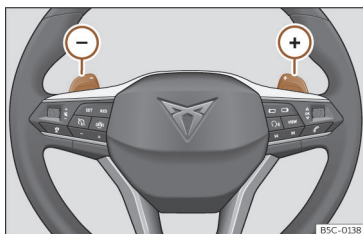

Fig. 94 Volante: palancas para cambio automático.
- Pulse la leva de cambio (+) para insertar una marcha superior >>> **fig. 94**.